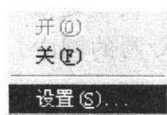

图 1-3 快捷菜单
- 04 选择“工具”/“草图设置”命令，或在状态栏按钮上单击鼠标右键，弹出快捷菜单，如图 1-3 所示。